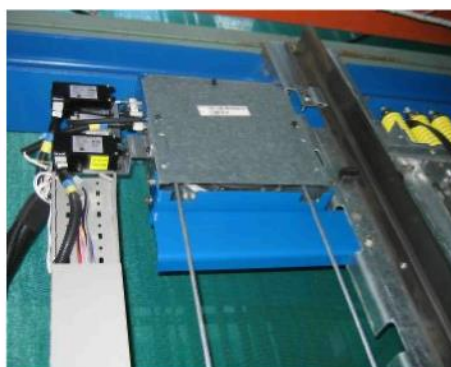

Рис. 7. Ограничитель скорости
1.4.3.1. Ограничитель скорости ((*рис.7*) служит для приведения в действие ловителей при возрастании скорости движения кабины вниз. Он установлен в верхней части шахты и крепится при помощи кронштейнов к направляющей кабины. В данном лифте применяется ОС модели *Appolo (TAB20602A)*.